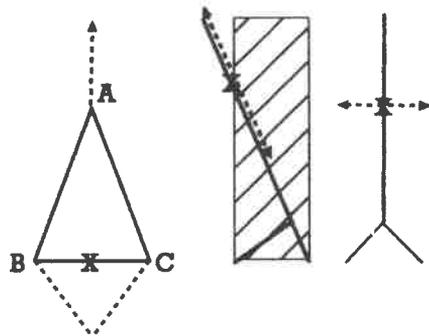

Abb. 4 Abb. 5 Abb. 6
Hollandrädern verwendet wird und von der Firma STECO (NL) als Nachrüstsatz auch in Deutschland vertrieben wird. Der Vorteil besteht darin, daß der Schwerpunkt zwischen den Aufsatzpunkten des Ständers liegt, ein fester und planer Untergrund bleibt aber auch hier Voraussetzung für einen festen Stand (siehe Abb. 4).